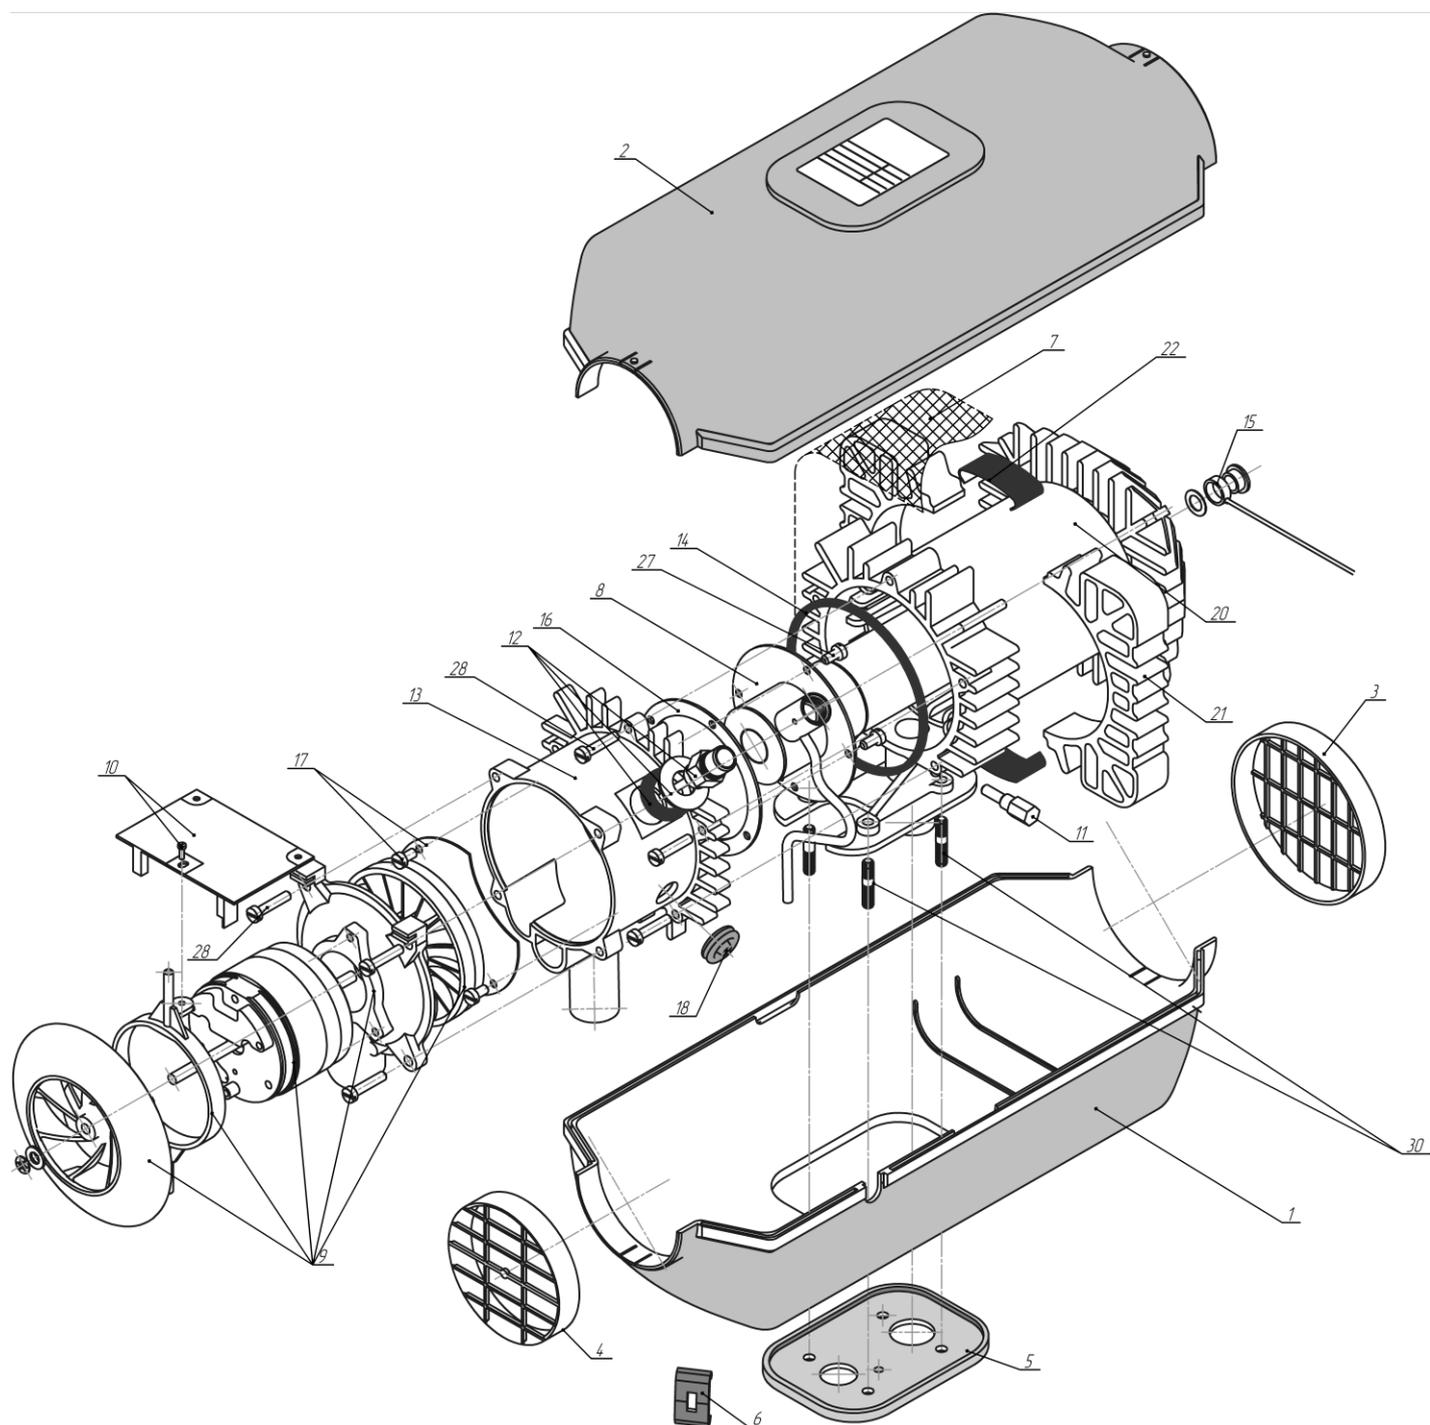

Рис.2- Схема деления нагревателя.
- 2) Состав **нагревателя** согласно схеме деления изделия, на составные части представлен на рис.2 и перечню деталей и сборок – таблица 2.